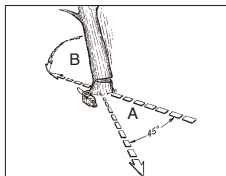

Fig. 11A
**⚠ VARNING!** En reträttväg (A) ska planeras och om nödvändigt röjd innan sågningen börjar. Reträttvägen bör sträcka sig bakåt och diagonalt från den väntade fallriktningen enligt Fig. 11A.
**⚠ VARNING!** När fällskäret närmar sig gångjärnet börjar trädet att falla. När trädet börjar falla, ta bort sågen från skäret, stoppa motorn, lägg ned sågen och lämna området på reträttvägen (Fig. 11A).